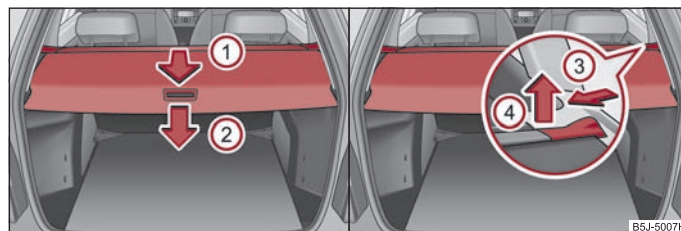

Fig. 61 Portbagajul: masca rulantă din portbagaj / extragerea măștii rulante din portbagaj
- Trageți masca rulantă din portbagaj până la limită în sensul indicat ① în poziția asigurată ⇒ fig. 61.
- Pentru transportarea bagajelor voluminoase, masca rulantă a portbagajului se poate demonta, apăsând bara transversală dintr-o parte, în direcția săgeții ③ și trăgând masca în sensul indicat de săgeata ④ ⇒ fig. 61.